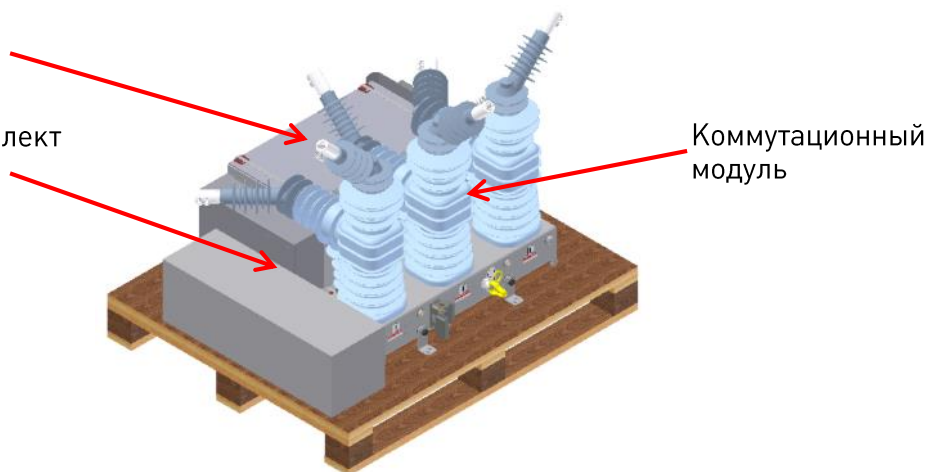

Рис.5.7. Упаковка со снятыми полками и бортами
4. Демонтировать промежуточную полку, предварительно выкрутив шурупы, вкрученные в нее по периметру снаружи. Снять оставшиеся борта. На нижней полке закреплены, см. **рис.5.7**: